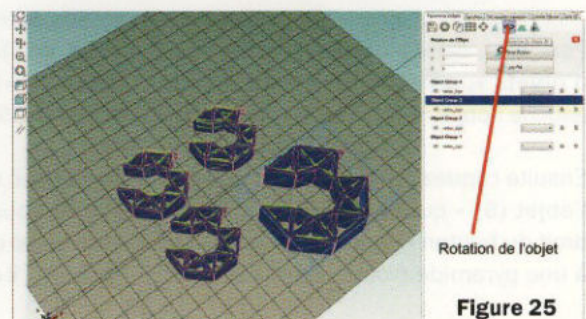

Figure 25
Une autre fonction intéressante est le pivotement d'objets. Cela peut s'avérer utile lorsqu'un objet n'est imprimable que d'une certaine manière en raison de sa forme. Il faut dans un premier temps sélectionner l'objet que vous souhaitez faire pivoter puis cliquer sur le bouton « Rotation de l'objet (R) » (voir la figure 25).